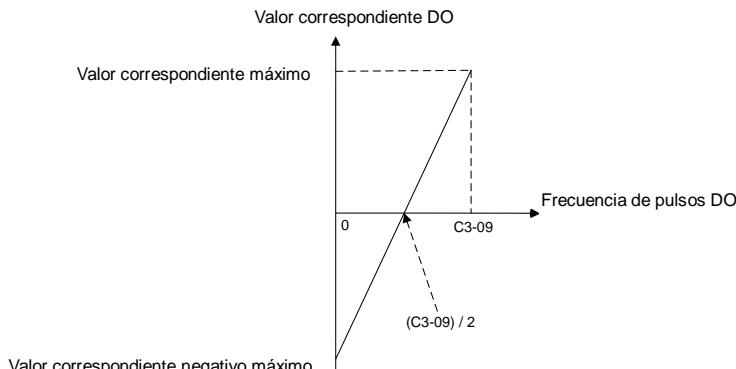

Fig. 6-37
- 1: El punto central es $(C3-09)/2$, y al valor de parámetro correspondiente es positivo cuando la frecuencia es mayor que el punto central. El valor que corresponde a la frecuencia de pulso de DO en el punto central es 0. La frecuencia de pulso DO C3-09 corresponde al valor máximo positivo, mientras que la frecuencia de pulso DO 0Hz corresponde al valor máximo negativo. Ver Fig. 6-37